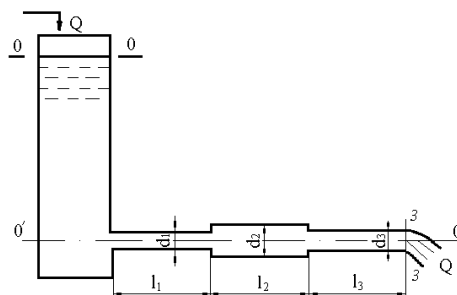

Рис. 1
- Из открытого резервуара, в котором поддерживается постоянный уровень, по стальному трубопроводу (эквивалентная шероховатость  $\Delta = 0,1$  мм), состоящая из труб разного диаметра  $d$  и различной длины  $l$  ( $d_1 = 50$  мм,  $l_1 = 5$  м,  $d_2 = 100$  мм,  $l_2 = 2,5$  м,  $d_3 = 75$  мм,  $l_3 = 3$  м) вытекает в атмосферу вода, расход которой  $Q = 10$  л/с, температура  $t = 60^\circ\text{C}$  (рис.1).